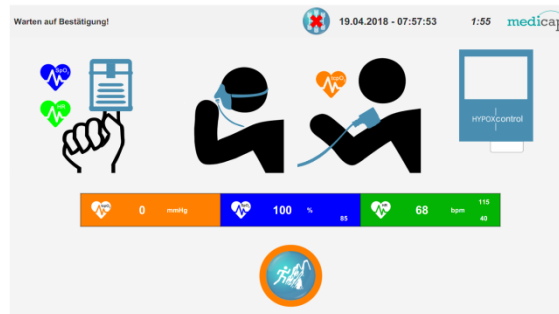

Bild 8: Kontrollfenster
- (33) Die farbig hinterlegten Angaben, wie SpO2, Puls und tcpO2, dienen hier der Kontrolle, ob die Sensoren richtig angelegt sind. SpO2 und Puls sollten sich nach ca. 10 Sekunden stabilisieren und nur noch um wenige Prozent schwanken. Bei einer Messung mit den medicap tcpO2 Sensoren empfiehlt es sich ca. 8 Minuten zu warten, bis der tcpO2 Wert stabil ist. Dieser sollte innerhalb von 30 Sekunden nicht mehr als 5 mmHg schwanken. Die kleinen Zahlen am rechten Rand der farbigen Felder sind die eingestellten Grenzwerte der Behandlung.
- (34) Über die Tasten  oder  können die einzelnen Zeitspannen der Intervalle und der Soll-Wert der SpO2 in den Hypoxieintervallen eingestellt werden.
- (35) Das Symbol  bezieht sich auf beide Intervalle. Die Gesamtzeit der Behandlung ergibt sich aus der Summe der Intervallzeit für Hypoxie und der Intervallzeit für Hyperoxie, multipliziert mit der Anzahl der Zyklen. Die maximale Behandlungsdauer beträgt 60 Minuten. Sollte diese überschritten werden, findet eine Autokorrektur der Zyklen bzw. der Intervallzeiten statt. Dies wird durch ein kurzes, gelbes Leuchten hinter dem Zahlenwert angedeutet.
- (36) Außerdem wird die minimale Intervallzeit sowohl in der Hypoxie, als auch in der Hyperoxiephase auf eine Untergrenze von einer Minute festgelegt. Daraus folgt, dass eine intermittierende Hypoxie-Hyperoxie-Behandlung mindestens zwei Minuten dauert. Wird bei einer Einstellung von einer Minute Hypoxie ein weiteres Mal auf  gedrückt, springt die Intervallzeit automatisch auf 0 Minuten und erlaubt so eine reine Hyperoxiebehandlung. Im umgekehrten Fall lässt sich auch eine reine Hypoxiebehandlung einstellen, in dem man die Intervallzeit der Hyperoxie auf 0 Minuten stellt.
- (37) Mit der Schaltfläche  wird gewählt, ob die Behandlung mit einer Hypoxiephase beginnt oder mit einer Hyperoxiephase. Grüner Hacken entspricht Hypoxie, rotes Kreuz entspricht Hyperoxie.
- (38) Wenn die Einstellungen zur Behandlung abgeschlossen wurden, kann man die Behandlung durch einen Touch auf die Schaltfläche  starten. Anschließend wird mit einem Kontrollbildschirm (siehe Bild 8) beim Anwender nachgefragt, ob auch wirklich alle Sensoren angelegt sind und der Patient die Maske griffbereit hat.